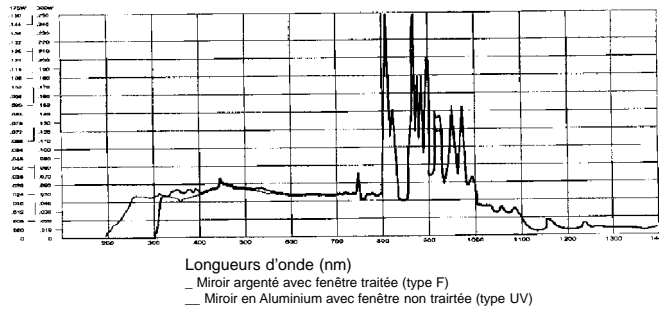

Fig.3 : Répartition spectrale des lampes type "F" et "UV"
- Lampe du type "UV" : Avec miroir en aluminium non traité donnant une répartition spectrale à partir de 200 nm (Fig. 3).